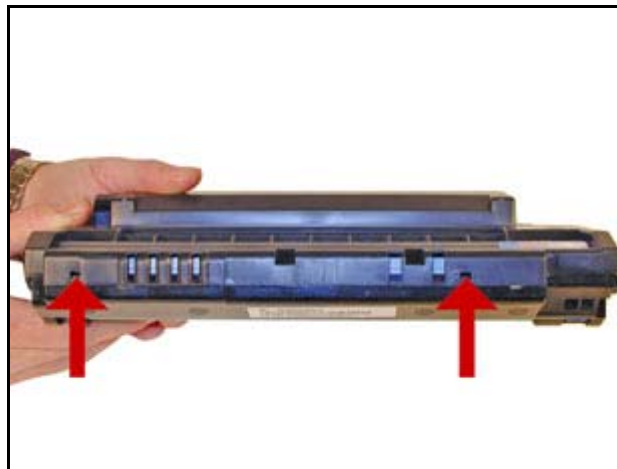

Fig. 4
2. En el borde frontal del cartucho ubicar las dos lengüetas. Presionar las mismas para permitir que ese borde la tapa se pueda levantar. Fig. 4